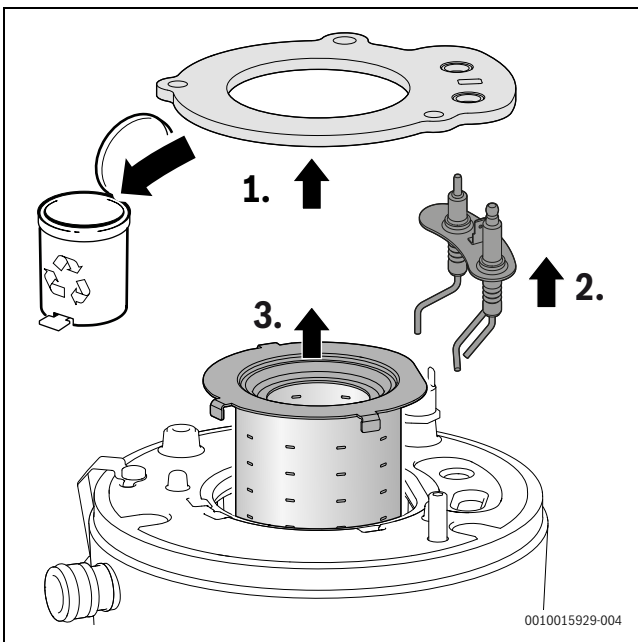

Bild 62 Brenner herausnehmen
- ▶ Dichtung abnehmen und entsorgen (→Bild 62, [1]).
- ▶ Elektroden-Set abnehmen (→ Bild 62, [2]).
- ▶ Brenner herausnehmen (→ Bild 62, [3]).